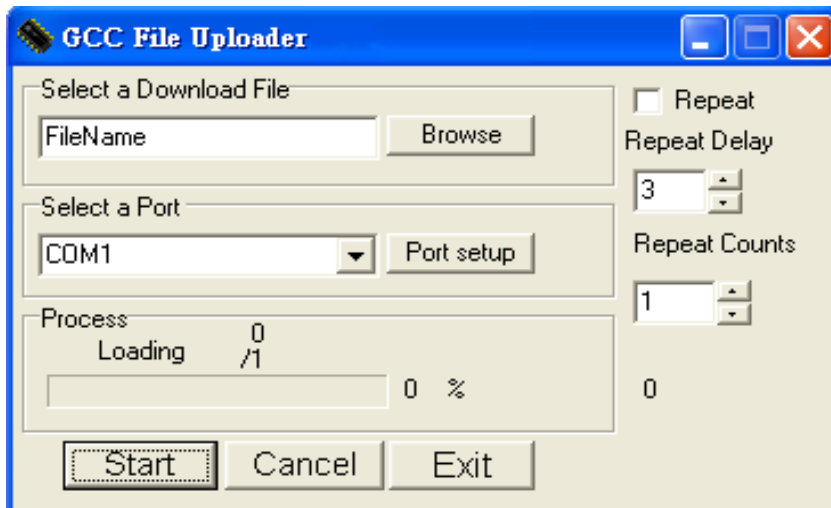

图 3-5
- ✓ 双击图标启动 GCC File Uploader（图 3-5）。